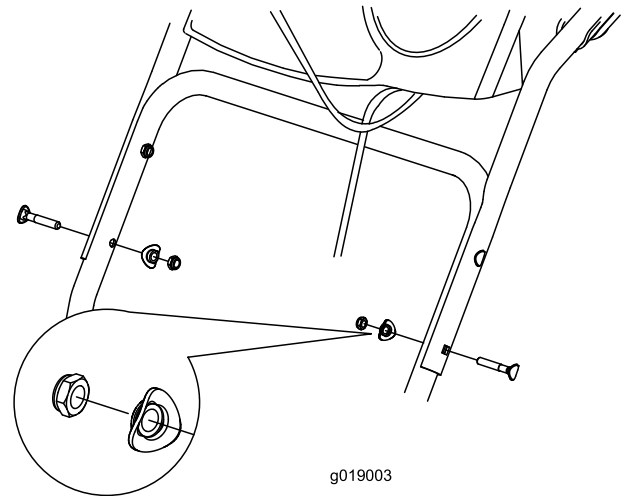

Figura 4
1. Sollevate il gruppo stegola superiore, giratelo e posizionate sopra la stegola inferiore (Figura 4).
2. Montate i 2 bulloni della stegola, 2 rondelle curve e 2 dadi di bloccaggio nei fori della stegola inferiore (Figura 4).